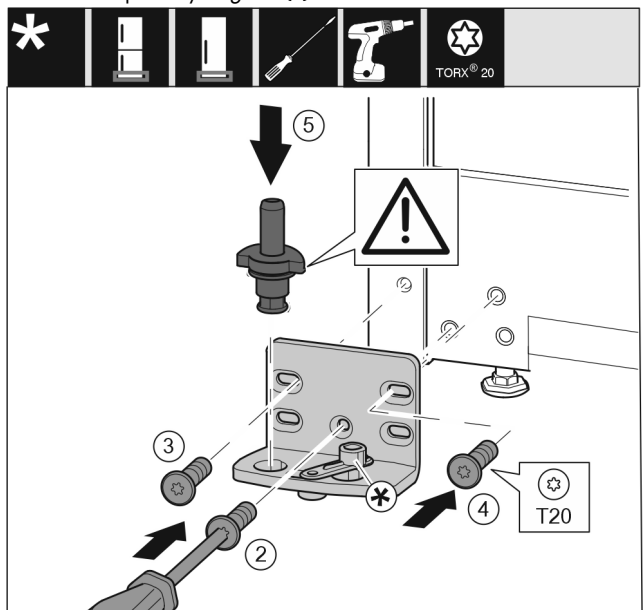

Fig. 17
- ▶ Установите опорный кронштейн с другой стороны и прикрутите с помощью отвертки T20. Начинать с винта 2 снизу в центре. *Fig. 17 (2)*
- ▶ Затяните винты 3 и 4. *Fig. 17 (3,4)*
- ▶ Установите опорный палец в сборе. При этом следите за тем, чтобы выступ фиксатора был направлен назад. *Fig. 17 (5)*